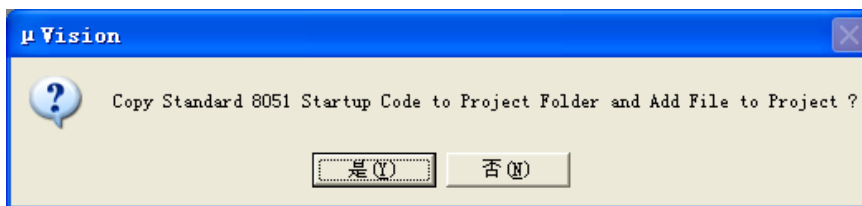

图 2-16 启动代码选择选框
4.接着弹出如图 2-16 所示的启动代码选择对话框，这里选择“否”(也可以选择“是”)，所谓启动代码就是处理器最先运行的一段代码，主要任务是初始化处理器模式、设置堆栈、初始化寄存器等，由于以上的操作均与处理器体系结构和系统配置密切相关，所以一般由汇编来编写。对于单片机开发来说是否添加都一样，若大家对启动代码感兴趣，自行查阅相关资料，这里就不做过多说明。